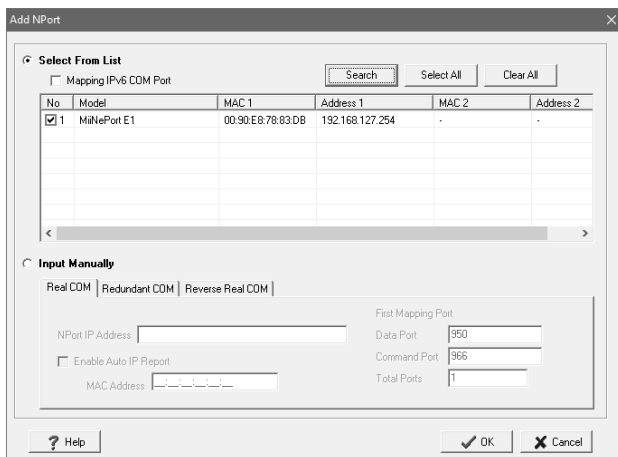

Рисунок 21 – Окно «Add NPort»
3.6.4 Найденные устройства отобразятся в списке в окне «Add NPort» (рисунок 21). Нажать кнопку «OK».